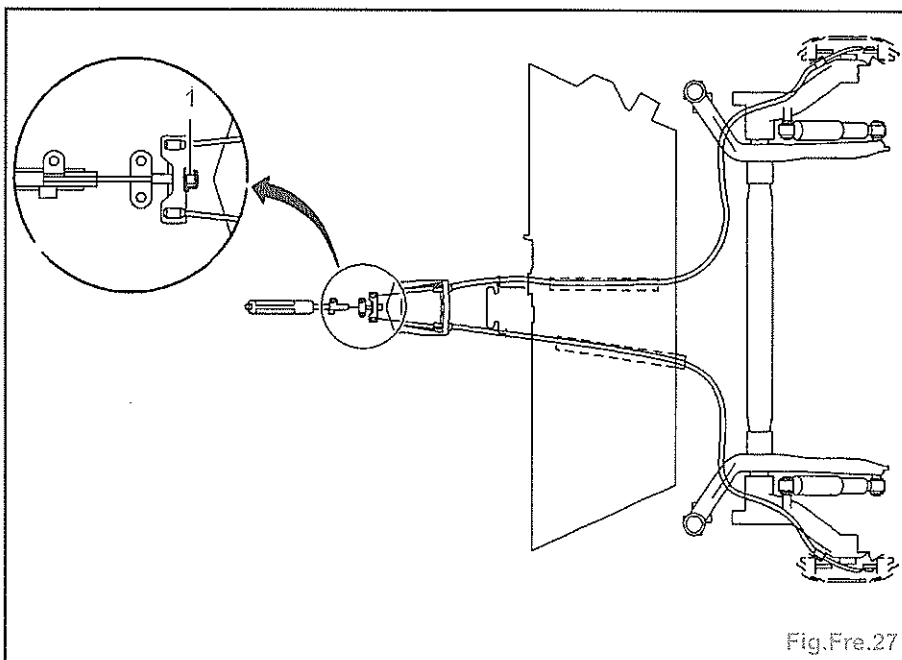

Fig.Fre.27
- Serrer l'écrou (1) jusqu'au freinage des freins arrière (Fig.Fre.27).